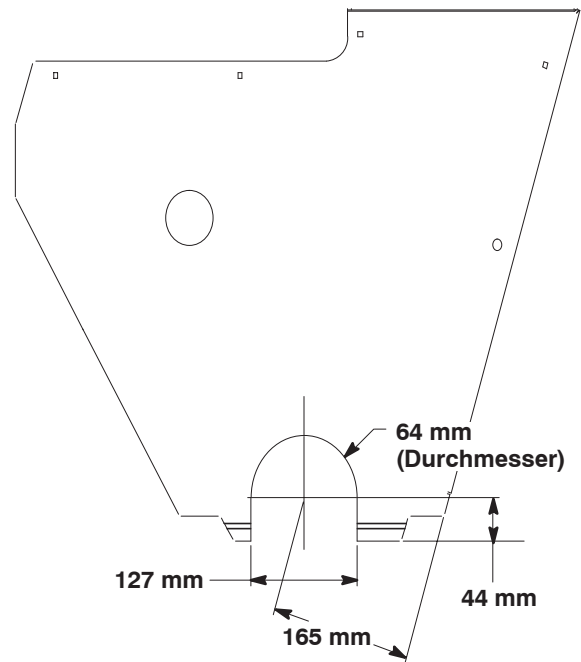

Bild 10
- 15.** Verwenden Sie die in Bild 10 angegebenen Abmessungen, markieren Sie die Stelle und schneiden Sie eine Kerbe in die mittlere Mähwerkabdeckung.